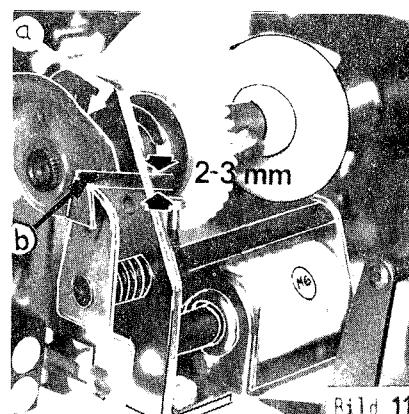

Bild 11
Die Steuerscheibe (Bild 11) ist dann richtig eingestellt, wenn, mit dem Greifarm in Ruhestellung,
The Hold-Out Cam (Bild 11) is properly positioned if there is (use 2 mm Allen head wrench for adjustments)
a) no free travel for the gripper arm's shaft (shims -a-, Bild 11)
Le disque de commande doit être réglé de façon que le bras étant en position repos (fig.11).
- 2) Il y ait une distance de 2 à 3 mm en -b- fig.11 entre le levier et le disque de commande.
Der Mikroschalter K 10, -Löschmagnet-Umschalter- (Bild 11), ist umgeschaltet, wenn der Greifarm in B-Seiten-Spielstellung steht. Einstellung durch Lockern und Versetzen des ganzen Schalters; der Schalterhebel darf nicht gegen den Körper des Schalters drücken.
Cancel Transfer Switch K10 (Bild 11) needs to be actuated with overtravel when the changer is in B-side play position. Adjust by positioning the entire switch.
Le micro-contact K10 (commutateur des bobines d'annulation) fig. 11. Il commute lorsque la pince serre disque se trouve en position de jeu face B. Réglage en dévissant les vis de fixation. Le levier ne doit pas toucher le corps du contact. La pince étant en position de repos, (position neutre de l'électroaimant face A) le contact doit avoir de nouveau commuté.